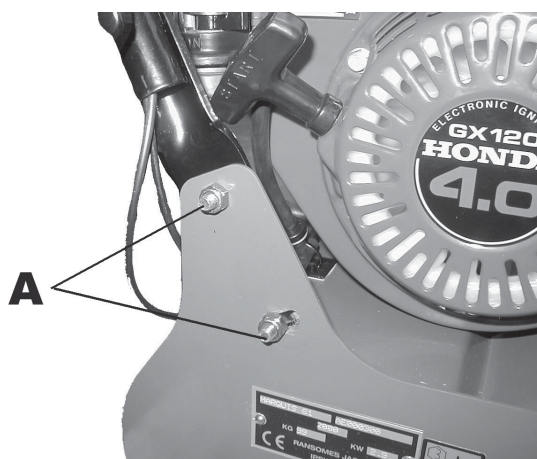

Fig. 8.11b
1. Allentare i bulloni di bloccaggio (A Fig. 8.11b) per regolare l'angolo sui manubri. Riavvitare i bulloni.